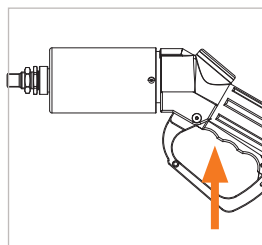

Figure 22
- ▶ Tournez le levier de commande (pos. 7) de la poignée (pos. 8) du nozzle de ravitaillement entièrement vers le haut en position ON (Figure 22) jusqu'à encliquetage clairement audible et jusqu'à ce que la bague verte soit visible (Figure 13 en page 26).